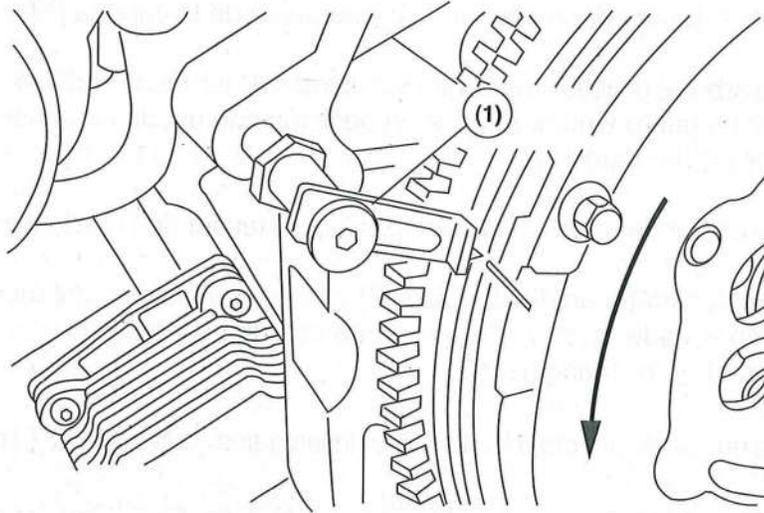

Imagen 11
- Coloque en posición la herramienta especial [1] para el marcado del volante de inercia y realice un trazo [K] en este último (Imagen 11)